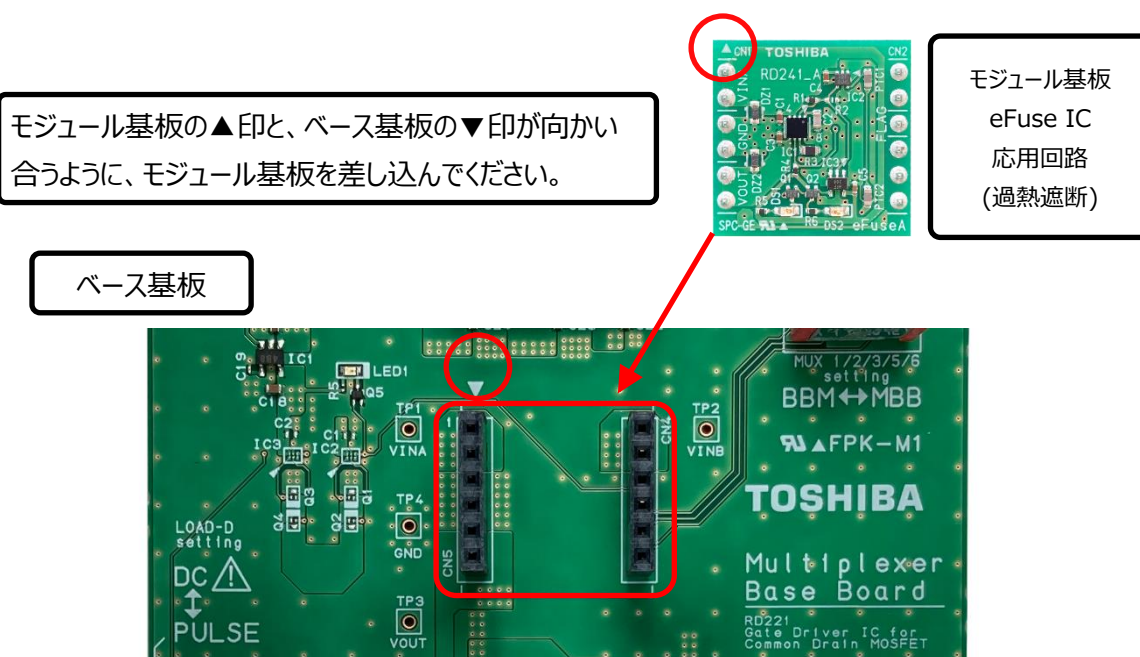

図 4.2 ベース基板とモジュール基板との接続
1. ベース基板のモジュール基板接続コネクタ (CN4, CN5) にモジュール基板を図 4.2 の通り接続します。